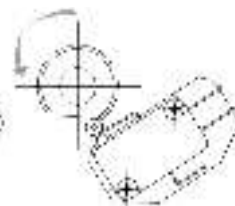

Рис.6.2
- Повернуть кулачок (Рис. 6.2) против часовой стрелки до щелчка, после чего затянуть винты.